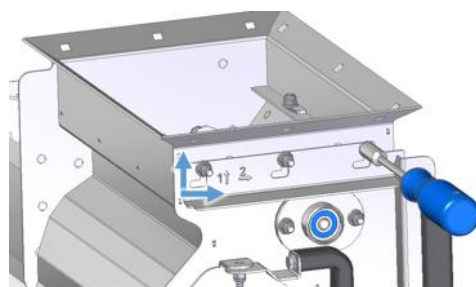
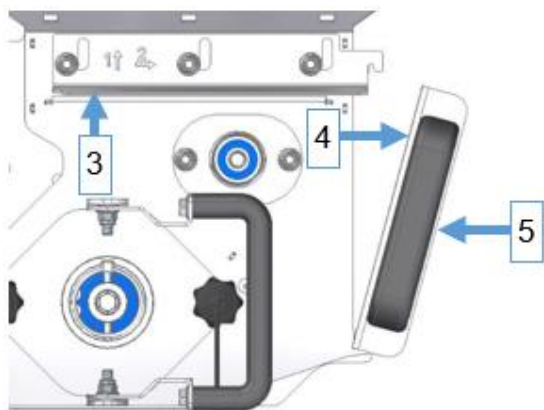

Figura 25
Figura 26
- A tampa é empurrada primeiro para cima e depois para a direita ou, do outro lado, para a esquerda (veja Figura 25). Este processo cria uma abertura sob a tampa e desbloqueia a válvula de gaveta, que se inclina ligeiramente para a frente (veja Figura 26).
- A válvula de gaveta é removida pela alça (veja Figura 26).